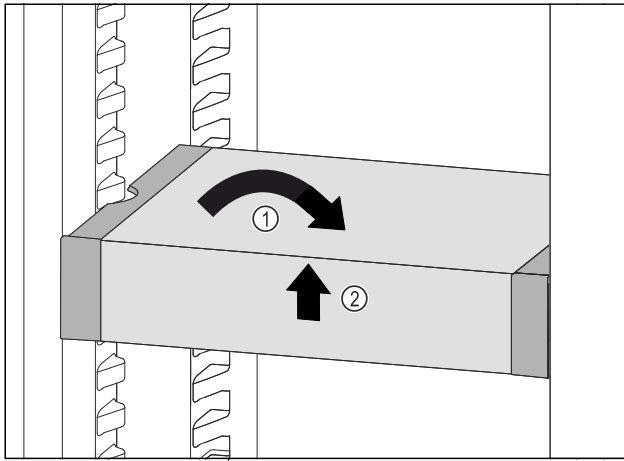

Fig. 105
- ▶ VarioSafe gerade stellen. Fig. 105 (1)
- ▶ VarioSafe vorne anheben. Fig. 105 (2)